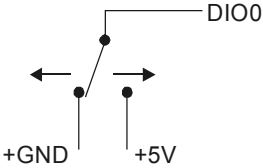

Abb. 4-8 Verbindung mit dem digitalen Eingang DIO0 zur Erkennung des Zustandes eines Schalters
Sie können die digitalen E/A-Anschlüsse verwenden, um den Zustand jedes Einganges mit TTL-Pegel zu erkennen. Wenn Sie gemäß Abb. 4-8 den Schalter auf den +5-V-Eingang stellen, wird von DIO0 der Wert *TRUE* (1) gelesen). Wenn Sie den Schalter auf GND (Masse) stellen, wird von DIO0 *FALSE* (0) gelesen.